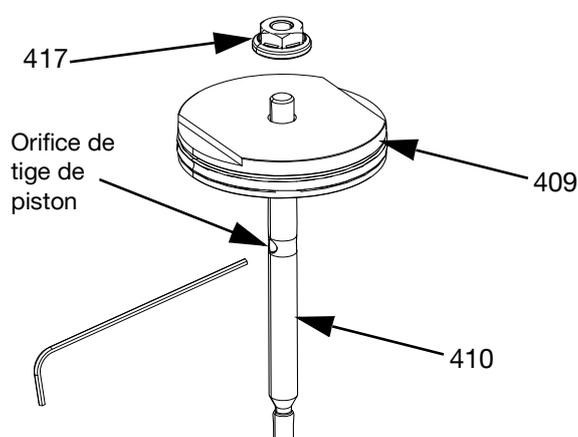

FIG. 19
6. Pour les ensembles de buse à siège à bille (FIG. 19) :
- a. Placez une clé Allen dans l'orifice traversant de la tige de piston (410) et dévissez l'écrou (417) à l'aide d'une douille ou d'une clé de 7 mm.